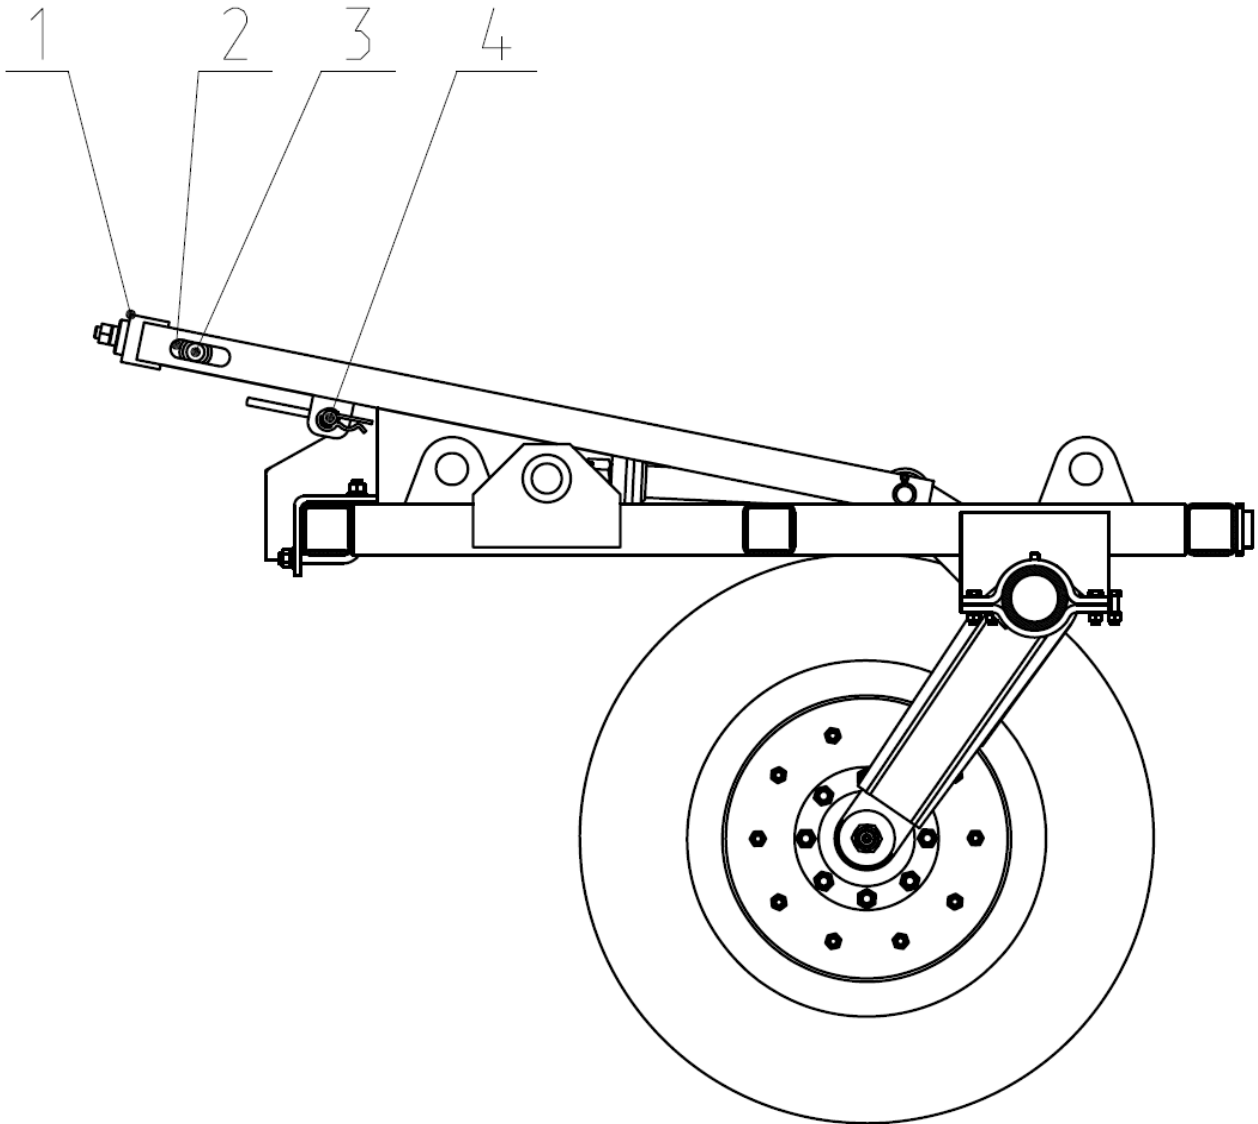

Рис.10 Положение транспортного фиксатора при транспортировке культиватора.
2.15.2. Положение транспортного фиксатора в транспортном положении (Рис.10).